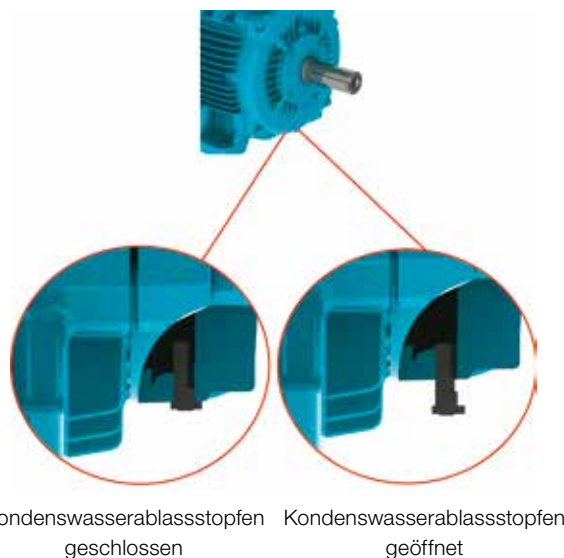

Bild 6.1 - Position der Gummiablassstopfen in geschlossener und geöffneter Stellung
7. Kondenswasserablassbohrung: Der Motor muss so aufgestellt werden, dass der Wasserablass erreichbar ist und die Wasserablassbohrungen sich an der niedrigsten Stelle der Maschine befinden. Ist der Wasserablassstopfen mit einem Pfeil am Kopf versehen und wird er in horizontaler Lage eingebaut, muss der Pfeil immer nach unten zeigen. In Umgebungen mit hoher Luftfeuchtigkeit, können die Kondenswasserablassstopfen der Motoren mit Schutzgrad IP55 auch in offener Position geliefert werden (siehe Bild 6.1). Die Kondenswasserablassstopfen der Motoren mit dem Schutzgrad IP56, IP65 oder IP66 müssen immer geschlossen sein (siehe Bild 6.1). Die Stopfen dürfen während der Wartung der Maschine geöffnet werden.